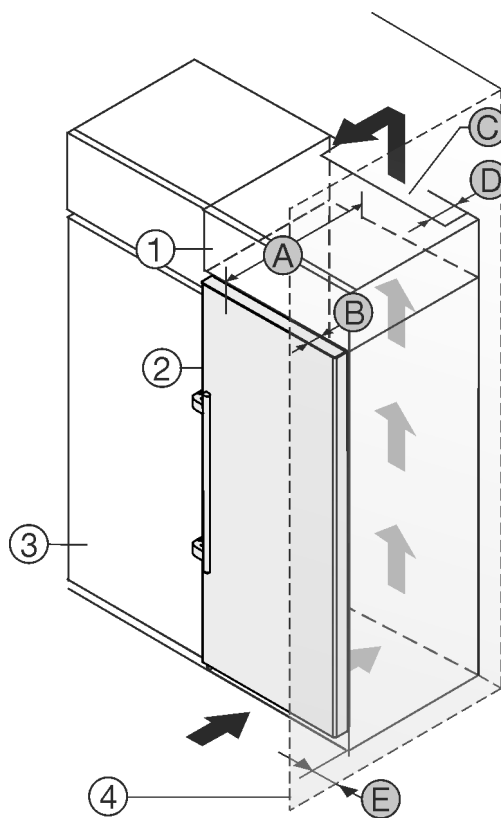

Fig. 24
Zariadenie môže byť zabudované medzi kuchynskými skriňami. Aby sa zariadenie Fig. 24 (2) prispôbilo výške kuchynskej linky, môže sa nad zariadením umiestniť nadstavná skrinka Fig. 24 (1).
Zariadenie môže byť zabudované priamo vedľa kuchynskej skrine Fig. 24 (3). Pre úplné otvorenie dverí musí zariadenie vyčnievať o hĺbku Fig. 24 (B) prednej časti kuchynskej skrine. V závislosti od hĺbky kuchynských skriň a použitia dištančných držiakov na stenu môže zariadenie prečnievať ešte viac.
- Na zadnej strane nadstavnej skrine musí byť vetracia šachta s hĺbkou Fig. 24 (D) cez celú šírku nadstavnej skrine.
- Pod stropom miestnosti sa musí dodržať prierez vetracieho otvoru Fig. 24 (C).
Ak je zariadenie umiestnené so závesmi vedľa steny Fig. 24 (4), musí sa medzi zariadením a stenou dodržať vzdialenosť Fig. 24 (E). To zodpovedá presahu držadla pri otvorených dverách.